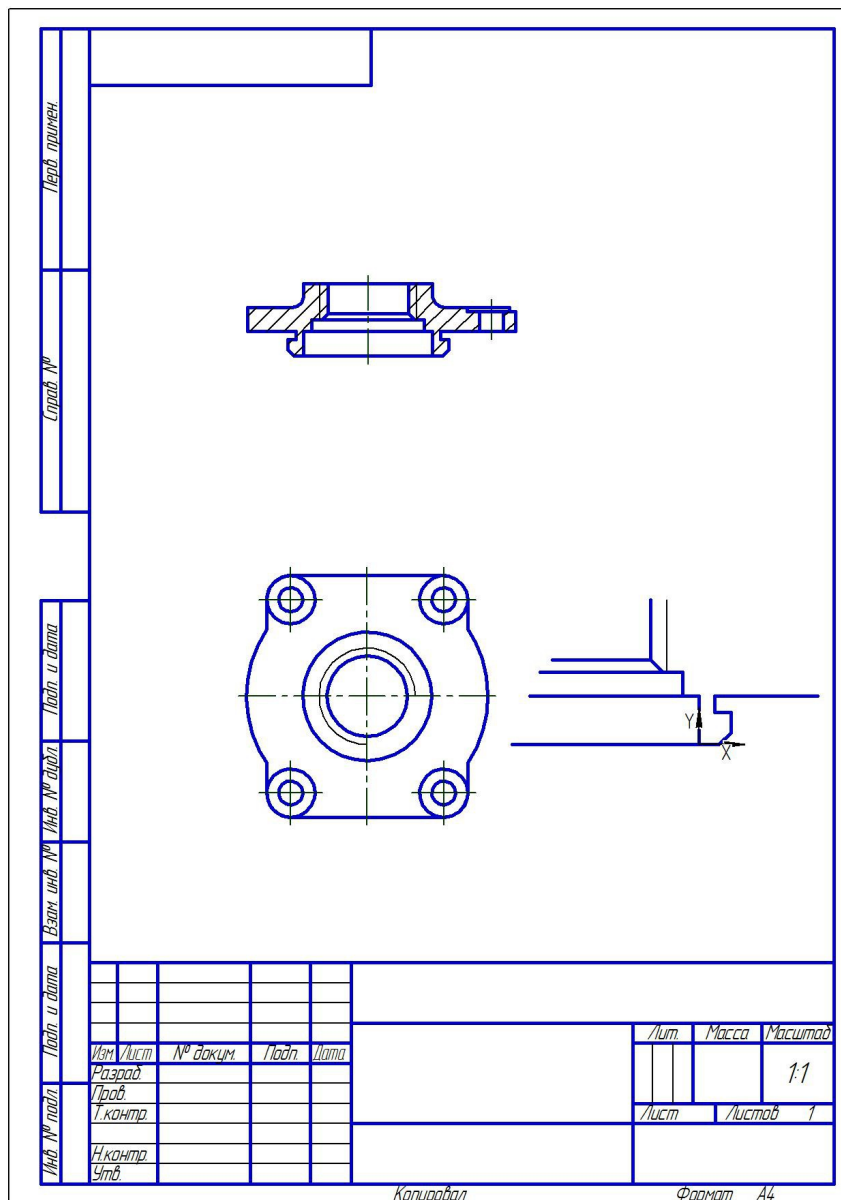

Рис. 1.62. Копирование части фронтального разреза
3. Вставьте фрагмент из буфера обмена в вид «Выносной элемент Б» (рис.1.62).